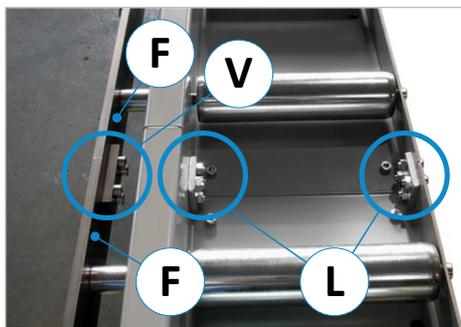

Abbildung 5: Flachstahl & Segmente verbinden
- Dann müssen die gelieferten Rollenbahn-Segmente mit den beiden Verbindungsflanschen Laschen (L) durch Verschraubung miteinander verbunden werden (⇒ Abbildung 5).
- Die vertikal montierten Führungs-Flachstähle (F) der Rollenbahn mit der angeschraubten Verbindungsflansch (V) fest miteinander verschrauben (siehe ⇒ Abbildung 5).
- Beim Anbringen der Verbindungsflansch (V) ist darauf zu achten, dass die Flachstähle exakt bündig zueinander fluchten → Der Luftspalt zwischen den Flachstählen sollte so gering wie möglich sein.